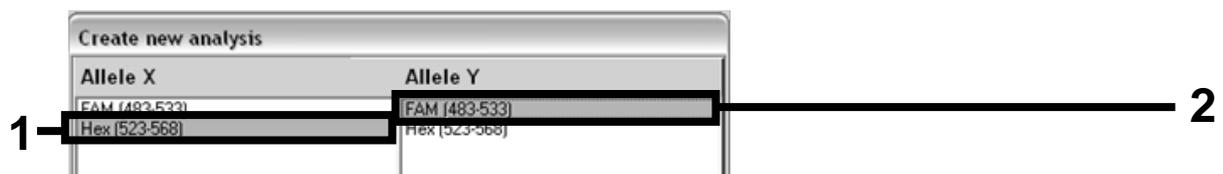

Ilustración 24. Selección de la fluorescencia para "Allele X" (Alelo X) y "Allele Y" (Alelo Y).
- En la siguiente ventana, seleccione la fluorescencia "Hex" (VIC) para "Allele X" (Alelo X) y la fluorescencia "FAM" para "Allele Y" (Alelo Y) (ilustración 24).